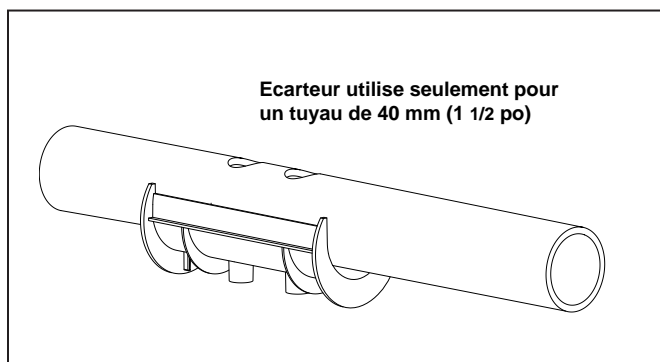

Figure 8. Écarteur de tuyau
- Utiliser l'écarteur de tuyau tel qu'illustré en cas de montage avec un tuyau de 40 mm (1 ½ po) (Voir Figure 8).